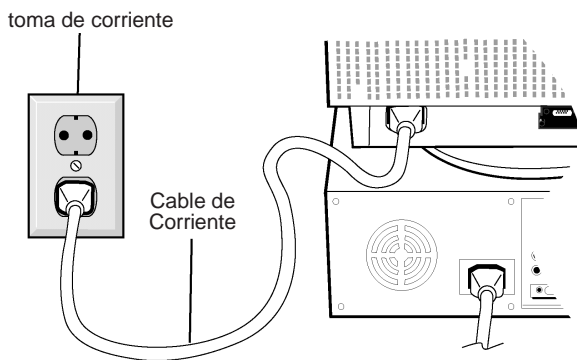

Figura C-1
4. Conecte uno de los extremos del cable de corriente al monitor MultiSync Series A y el otro extremo a una toma de corriente (Figura C.1).